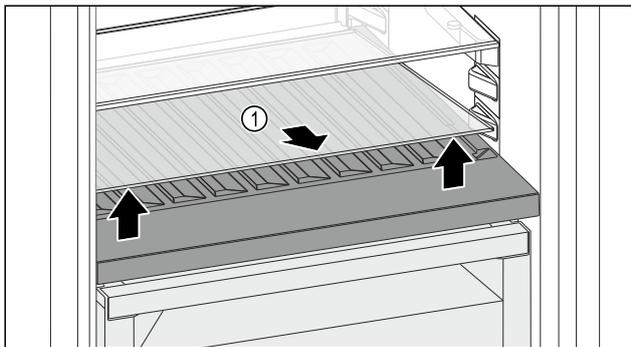

Fig. 84
- ▶ 抬起前部槽上的玻璃隔板 Fig. 84 (1) 并取出。
- ▶ 将玻璃隔板 Fig. 84 (1) 稳妥地放在冰箱外。